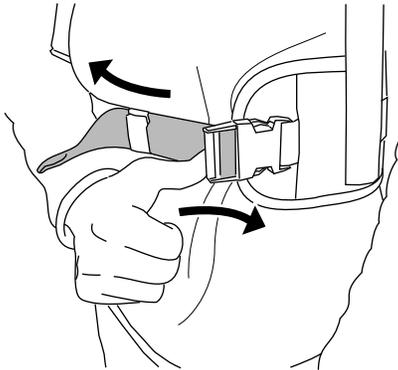

Figura 9
6. Se a correia da anca estiver demasiado apertada, empurre de lado no ajustador para alongar as correias (Figura 9).